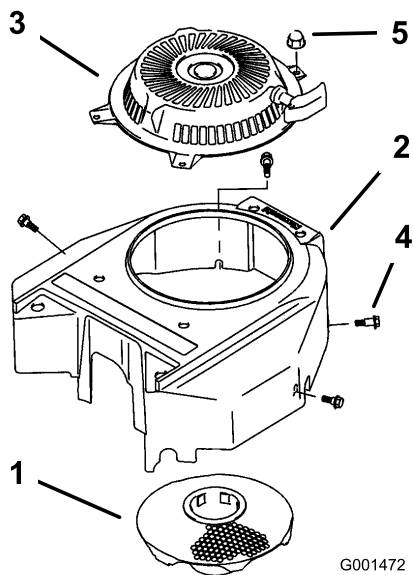

Figure 34
3. Retirez la grille d'entrée d'air, le lanceur et le carter du ventilateur (Figure 34).
5. Reposez la grille d'entrée d'air, le lanceur et le carter du ventilateur (Figure 34).